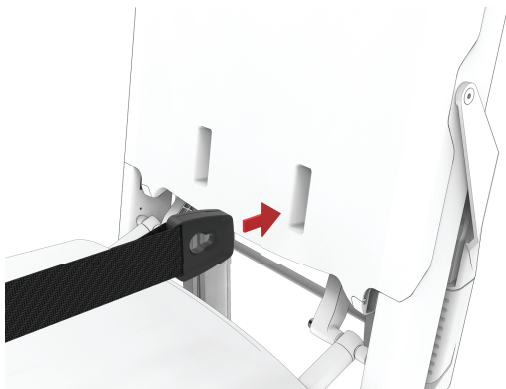
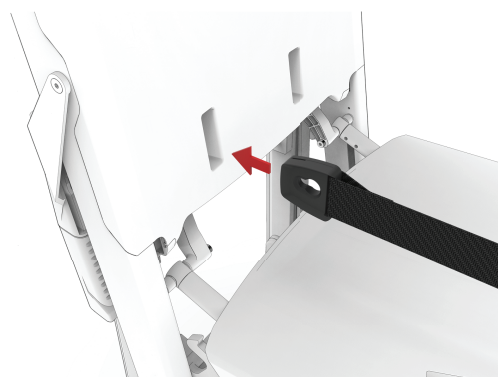

**Figura 18 – Poste del asiento, paralelo**
**Figura 19 – Poste del asiento, cruzado**
**Nota** - Puede acoplar la pinza del asiento en la configuración paralela o cruzada, dependiendo del tamaño del paciente (Figura 18 y Figura 19).